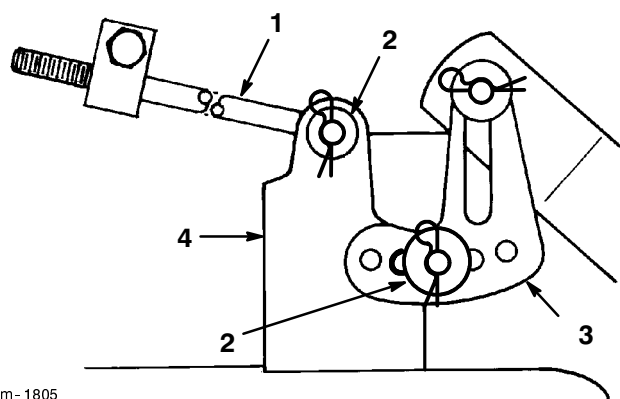

Figure 44
7. Glissez l'extrémité de la longue tige dans le trou du support du plateau (Fig. 44) et fixez-la au moyen de la rondelle et de la goupille fendue. Répétez la procédure de l'autre côté du plateau de coupe.
8. Montez la patte de mise à niveau du plateau de coupe sur l'axe du bras de hauteur de coupe (Fig. 44) et fixez le plateau de coupe au moyen de la rondelle et de la goupille fendue. Répétez la procédure de l'autre côté du plateau de coupe.